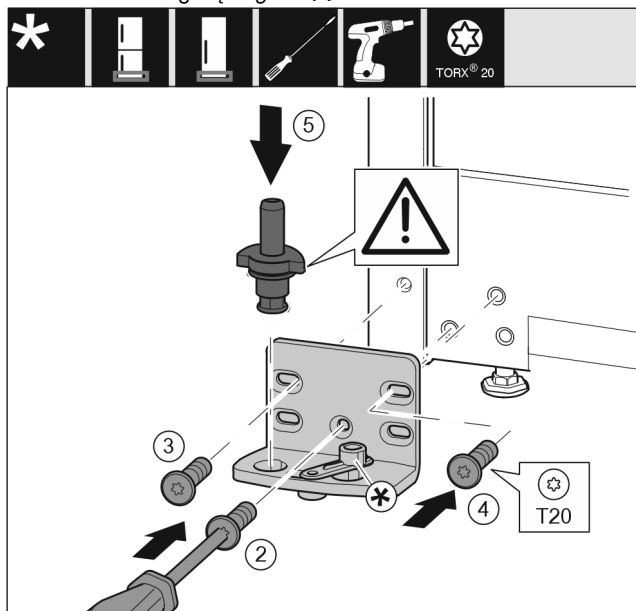

Fig. 15
- ▶ Uždėkite atraminę gembę kitoje pusėje ir prisukite, naudodami atsuktuvą T20. Su varžtu 2 pradėkite apačioje viduryje. Fig. 15 (2)
- ▶ Tvirtai prisukite varžtus 3 ir 4. Fig. 15 (3,4)
- ▶ Įstatykite visą atraminę gembę. Atkreipkite dėmesį į tai, kad fiksavimo kumštelis būtų nukreiptas į galą. Fig. 15 (5)